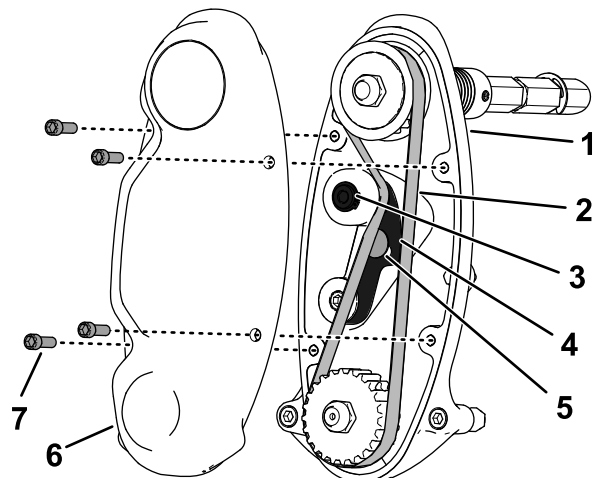

Figure 17
1. Déposez le couvercle de courroie de sorte à exposer la courroie (Figure 17).
2. Desserrez le boulon du bras de poulie de tension et tournez le bras de poulie de tension (Figure 17) de sorte à détendre la courroie.
3. Déposez la courroie (Figure 17).
- Posez la courroie et tendez-la en appliquant une force de 4 à 5 N·m (35 à 40 po-lb) sur l'hexagone interne du bras de poulie de tension comme illustré à la Figure 17.